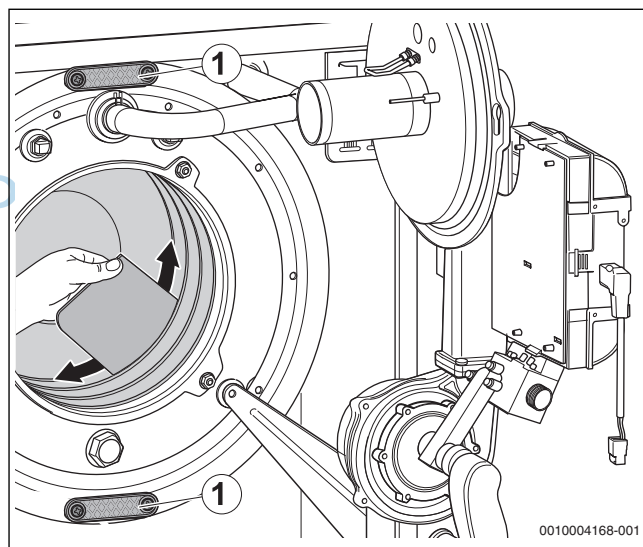
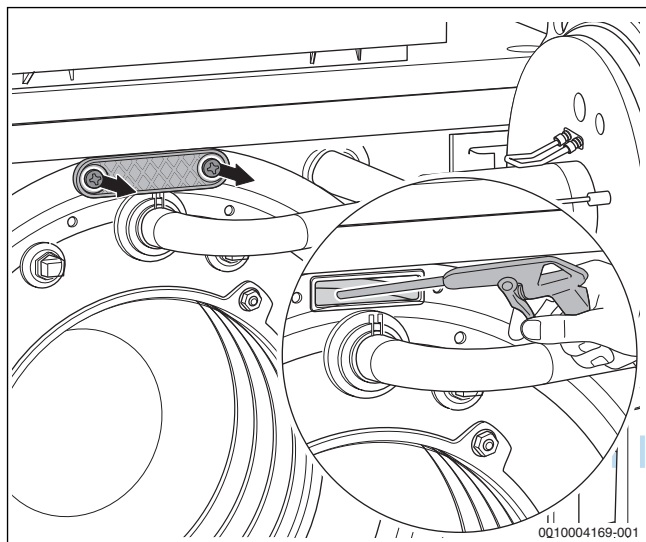

Bild 66 Heizgasspalte mit Reinigungsspachtel reinigen
Bild 67 Wärmetauscher mit Sprühlanze reinigen
- Reinigungsdeckel (→ Bild 66, Seite 39, [1] und Bild 67) abnehmen.
- Heizgasspalte mit Reinigungsspachtel reinigen (→ Bild 66, Seite 39).